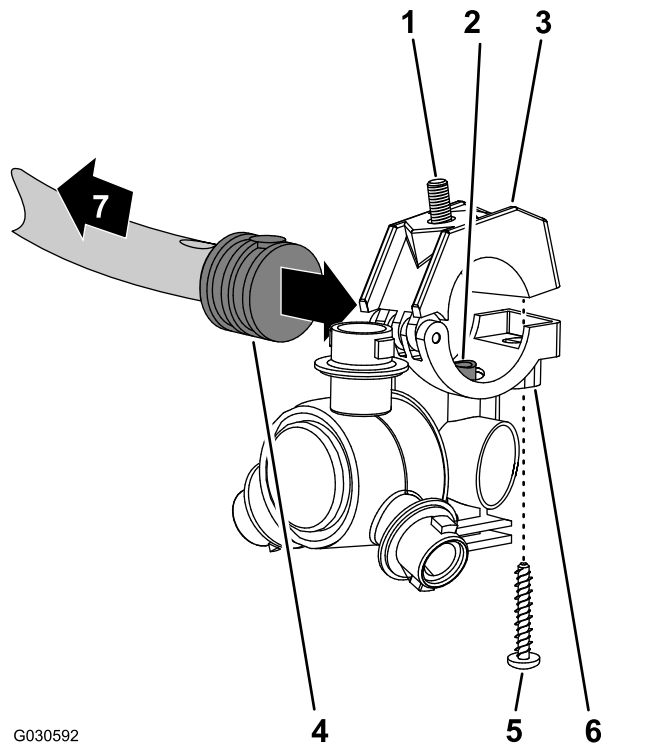

图 143
- 将喷嘴鞍座中的转接管图 143 与单宝塔软管柄 1/2 英寸一侧中的孔对齐。
- 闭合夹具上半部分将宝塔软管柄夹在其中然后使用不锈钢螺丝 #12 x 1 1/4 英寸将夹具上半部分与喷嘴主体图 143 固定到一起上紧不锈钢螺丝扭矩至 14~18N·m。